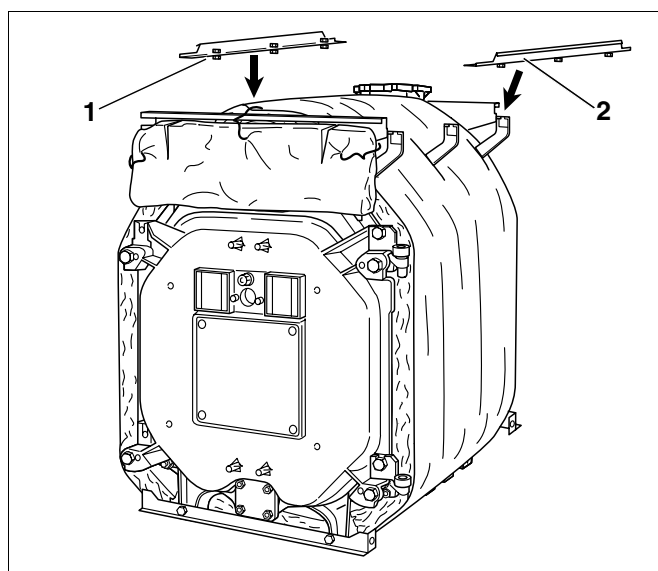

Fig. 45 Montering av langsgående skinner
- Skyv de formonterte skruene på de langsgående skinnene (Fig. 45, **Pos. 1 og 2**) inn i utsparingene i konsollene som beskrevet ovenfor og skru skinnene godt sammen med konsollene.